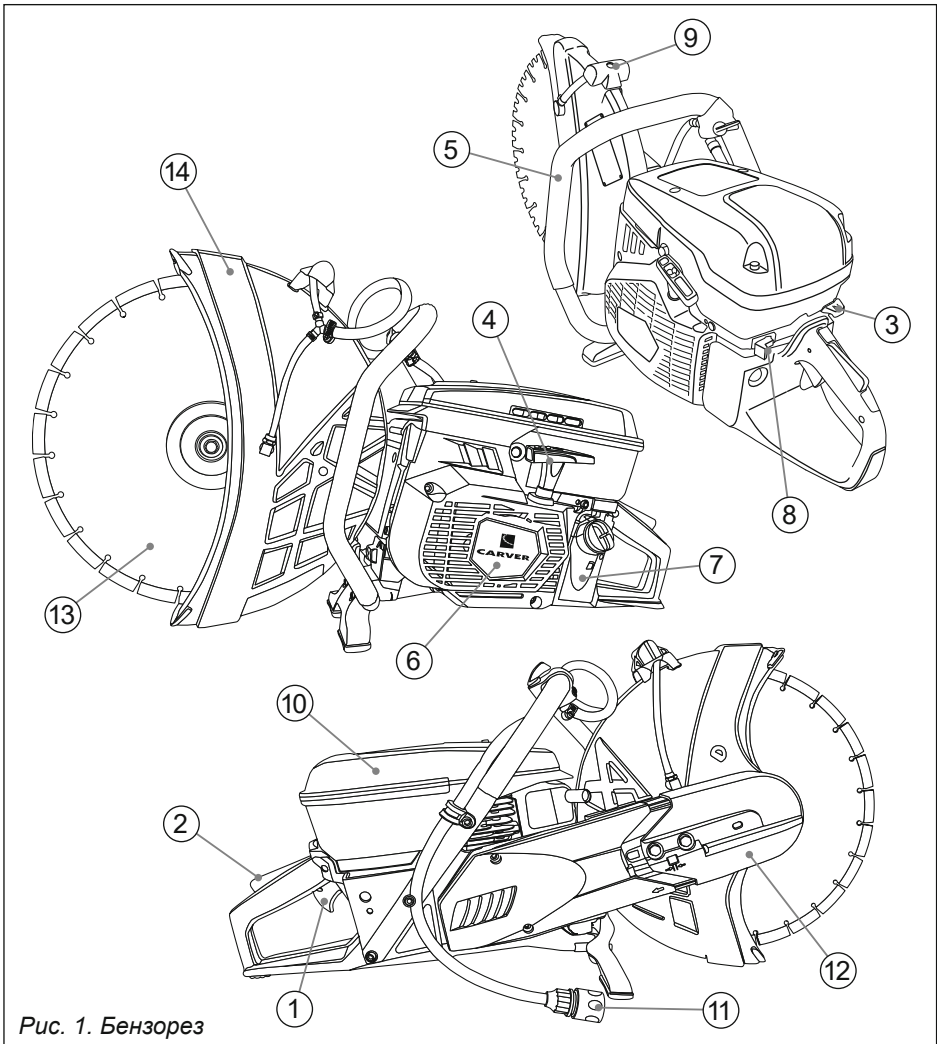

Рис. 1. Бензорез
**4. ОСНОВНЫЕ ЧАСТИ И УЗЛЫ БЕНЗОРЕЗА (рис. 1)**